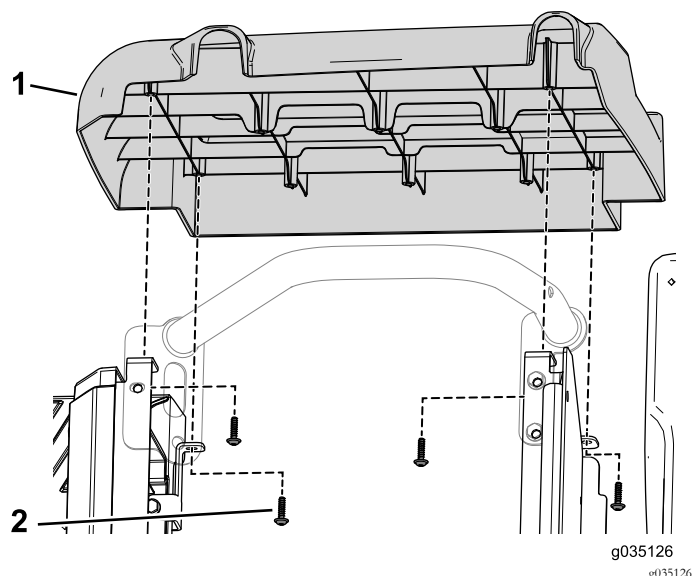

Figura 89
10. Utilize os quatro parafusos autorroscantes para prender a cobertura do lado direito ao conjunto do banco (Figura 89).